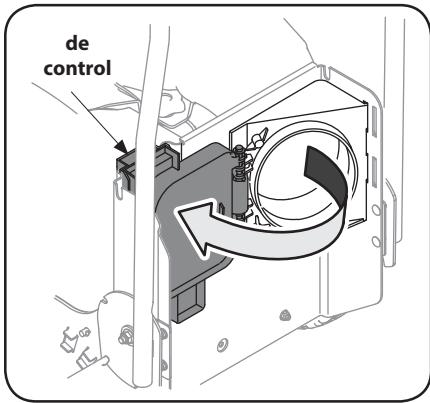

Figura 2-6
- c. Abra la puerta de descarga trasera con la manija de la puerta. Vea la Figura 2-6.